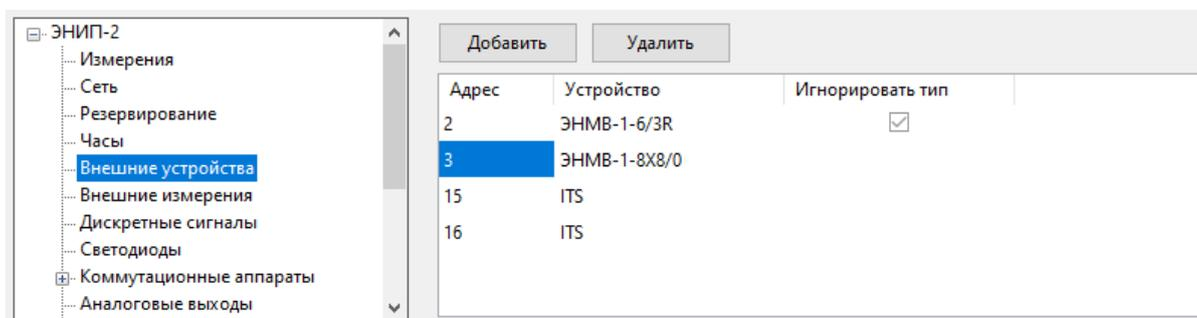

Рисунок 5.7. «Внешние устройства» ЭНИП-2 в ПО «ES Конфигуратор»
5.6.1 В разделе «Внешние устройства» производится настройка подключения блоков расширения ЭНМВ, датчиков ITS и Зной (рис. 5.7):